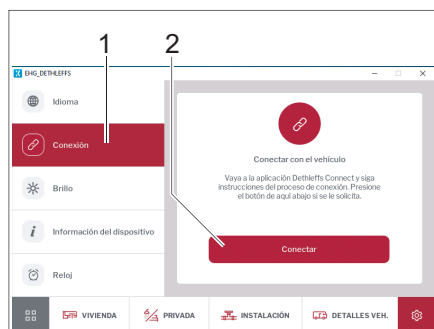

Fig. 298 Conexión a través de la pantalla EHG
- Tocar en la opción *Conexión* (Fig. 298,1). Aparece un mensaje que explica cómo se puede conectar el dispositivo móvil al vehículo.
- Tocar en la opción *Conectar* (Fig. 298,1). El vehículo y el dispositivo móvil ahora están emparejados.